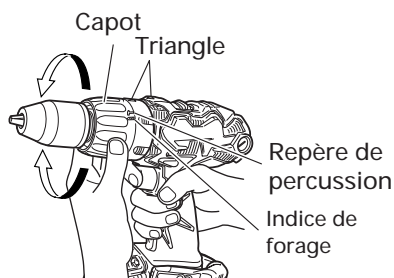

Fig. 21
9. Vérification de la position du capuchon <DV14DL> (Voir Fig. 21)
(2) Indication du couple de serrage (Voir Fig. 21 et 23)
(3) Réglage du couple de serrage (Voir Fig. 21 et 23)